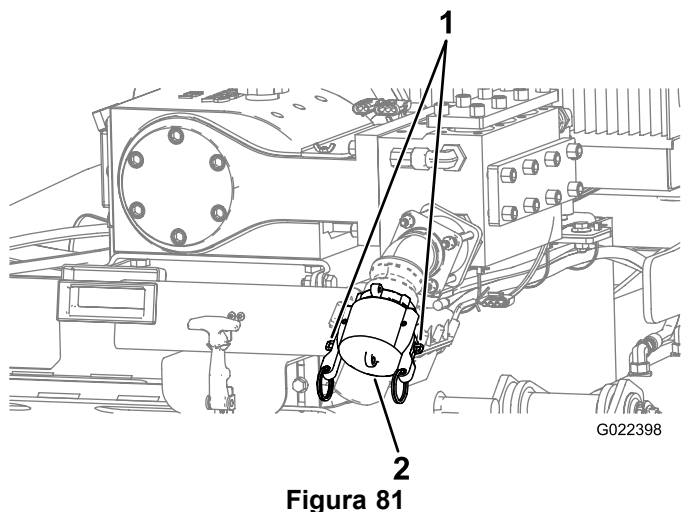

Figura 81
1. Levante os engates cam-lock da tampa da sucção da bomba e retire a tampa (Figura 81).